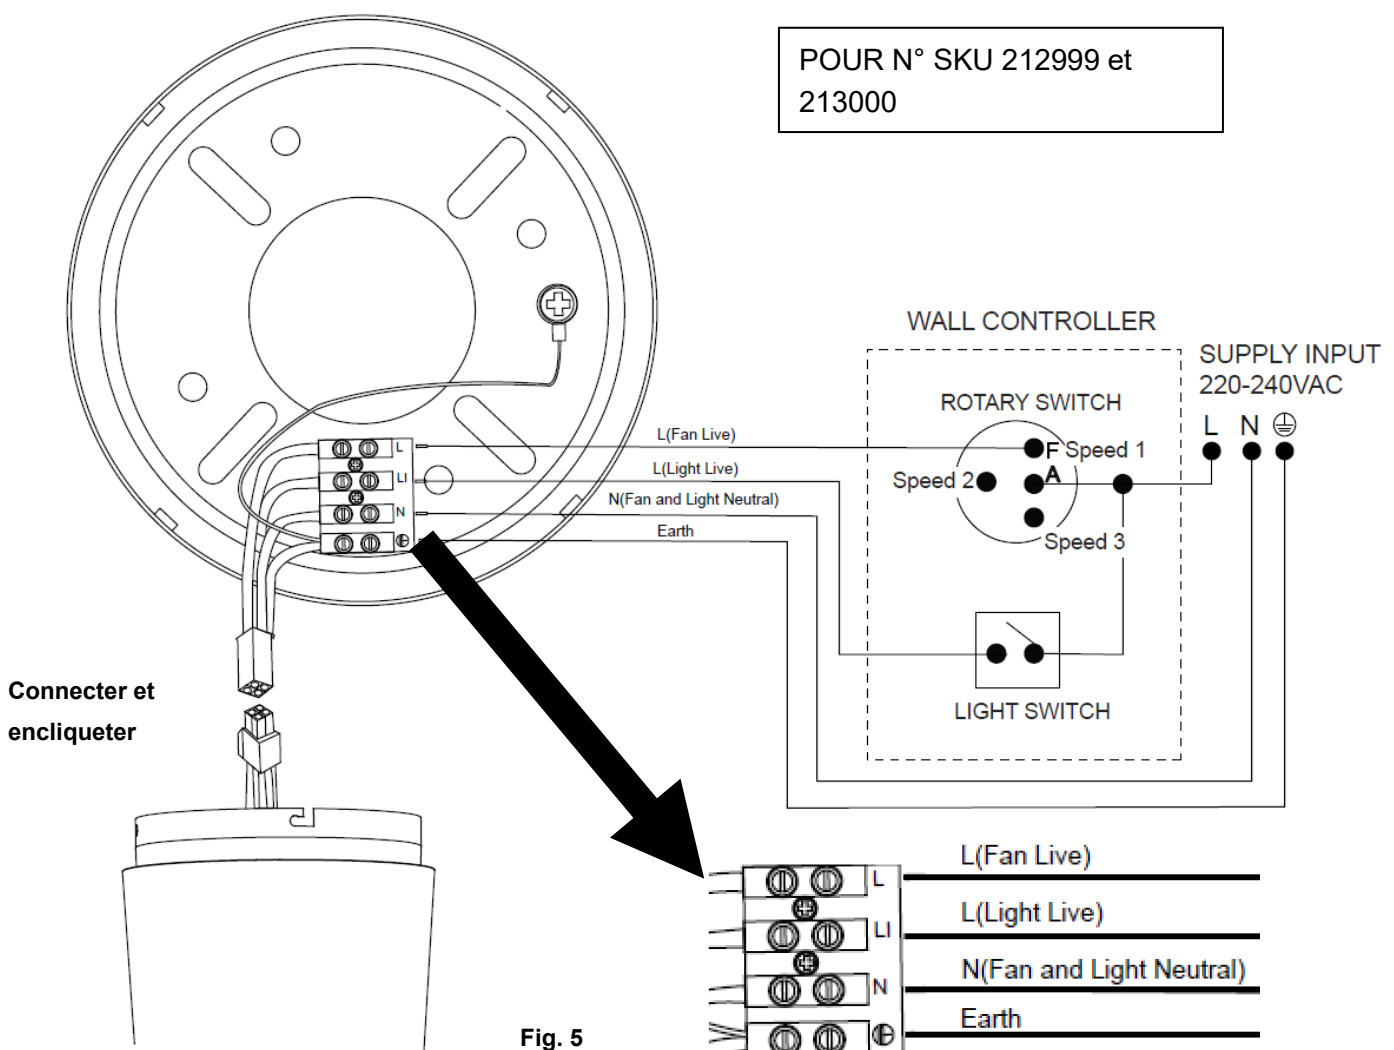

Fig. 5
MODÈLES AVEC SCHÉMA DE CÂBLAGE DE COMMANDE MURALE (Fig.5) :
- Raccordez les fils L, N et R au bornier du support de montage de la manière indiquée sur le schéma ci-après, Fig. 5. Remarque : Ignorez la partie concernant le câblage du kit d'éclairage, car ce modèle n'en a pas.